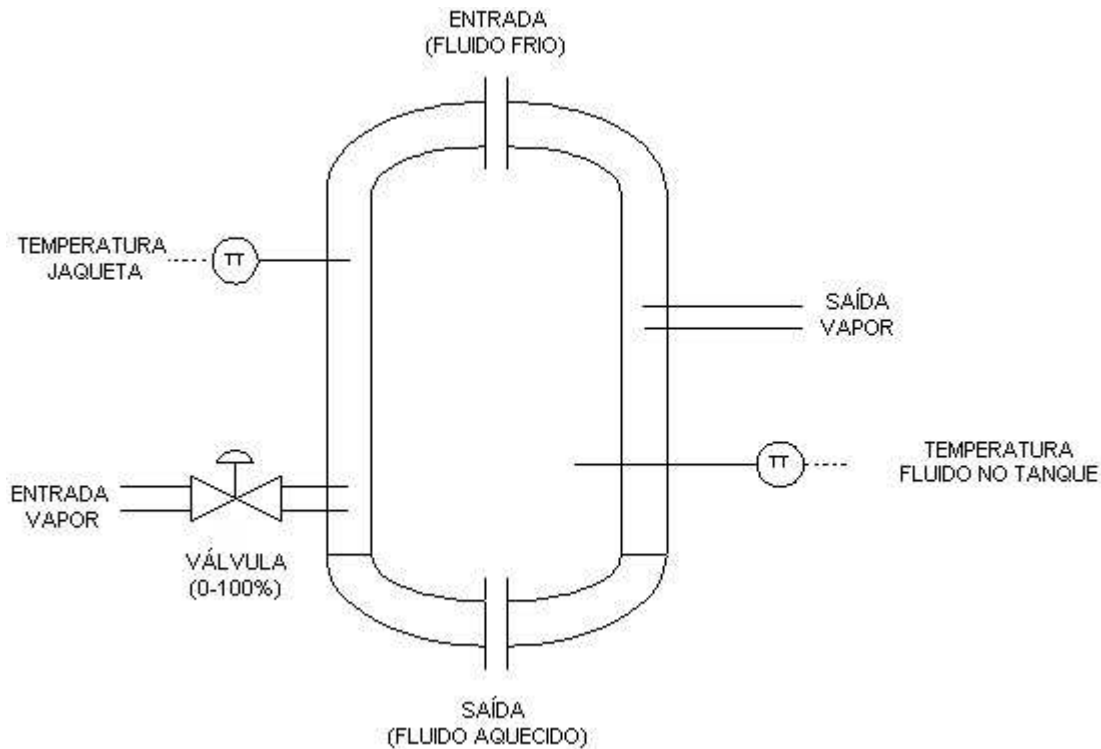

Figura 1 – Processo de aquecimento
**01.** Considere o diagrama esquemático de um tanque contínuo de aquecimento com jaqueta mostrado na Figura 1:
- Proponha duas estratégias de malha de controle em que sejam utilizados os dois sensores de temperatura e a válvula de controle indicados na Figura 1. Faça os diagramas de blocos de forma clara dessas duas estratégias.